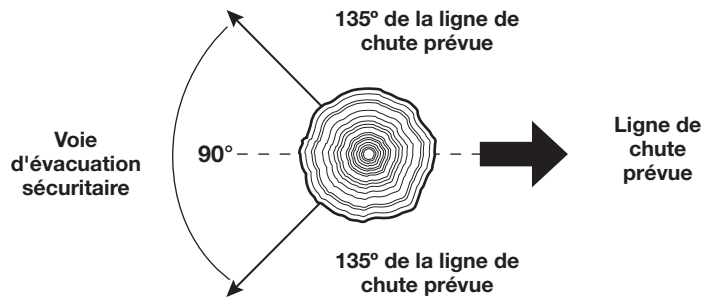

Fig. 22
- Déterminez une voie d'évacuation sûre et rapide. Dégagez la zone autour de l'arbre et assurez-vous qu'il n'y ait aucun obstacle bloquant la voie d'évacuation. Mettez en place un corridor d'évacuation de 90°, à environ 135° de la ligne de chute (Fig. 22).